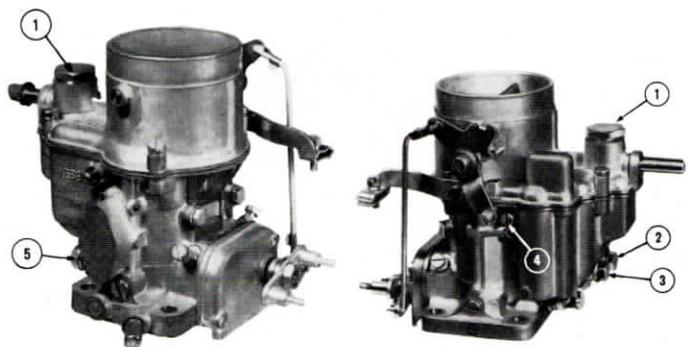

Figure 16
être modifié. Il n'a besoin en principe d'aucun entretien, sauf, le cas échéant, d'un nettoyage du tamis de son filtre à essence par immersion dans un bain d'essence suivi de soufflage. Pour démonter le filtre il faut dévisser l'écrou **1** (fig. 16) et sortir le tamis.
- 1° Gicleurs principaux : dévissez les écrous 6 pans **2** et **3** (fig. 16).
- 2° Gicleurs de ralenti : dévissez les vis **4** (fig. 16) et **5** (fig. 16).